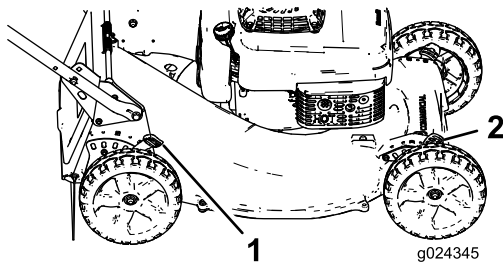

Figura 11
1. Tire de la palanca de altura de corte hacia la rueda (Figura 11) y muévala a la posición deseada.